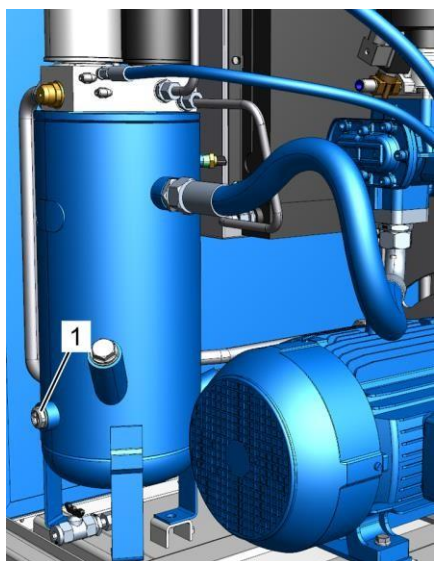

Рис. 39: Смотровое отверстие
4. Убедитесь в том, что смотровое отверстие (Рис. 39/1) полностью смочено.